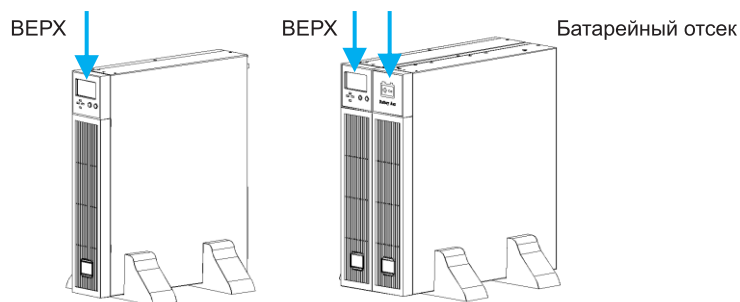

Рисунок 5-6. Установка ИБП типа Tower
4) Установите ИБП (и батарейный отсек) на подставку. Для каждого ИБП требуется два комплекта подставок, как показано на рис. 5-6.